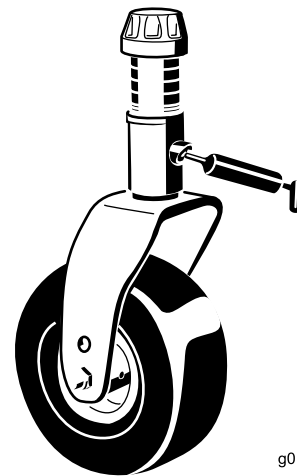

Bild 38
- Laufradgabel-Büchsen (2) (Bild 38)